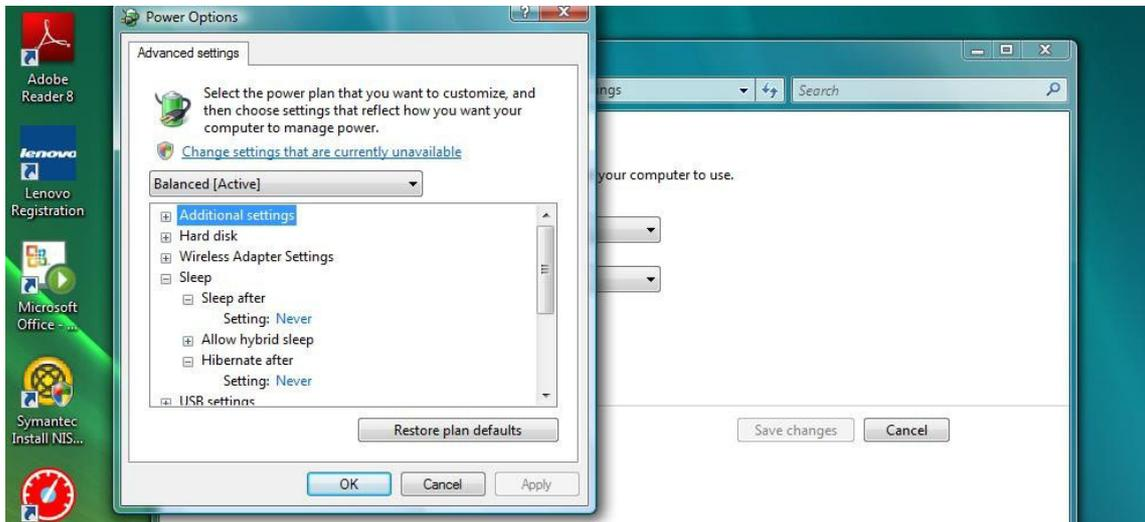

ABB. 20
- Suchen Sie in der Durchlaufliste nach „Energie sparen“ (ABB. 20). Ändern Sie „Deaktivierung nach“ in „NIE“ und die Einstellung „Ruhezustand nach“ ebenfalls in „NIE“.
- Klicken Sie auf die Schaltfläche „Anwenden“, um die Änderungen zu speichern. Klicken Sie dann auf die Schaltfläche „OK“ (ABB. 20).